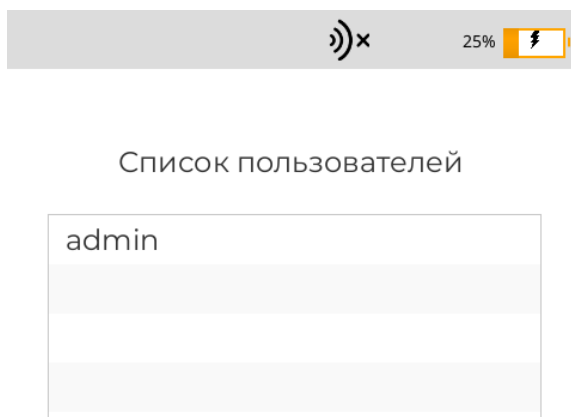

Рисунок 16 – Список пользователей Анализатора
6. После предупредительного сообщения загрузится окно выбора пользователя (рисунок 16) с уже добавленным пользователем «admin», который имеет возможность добавлять других пользователей. Нажатием выбирается из списка необходимый пользователь.